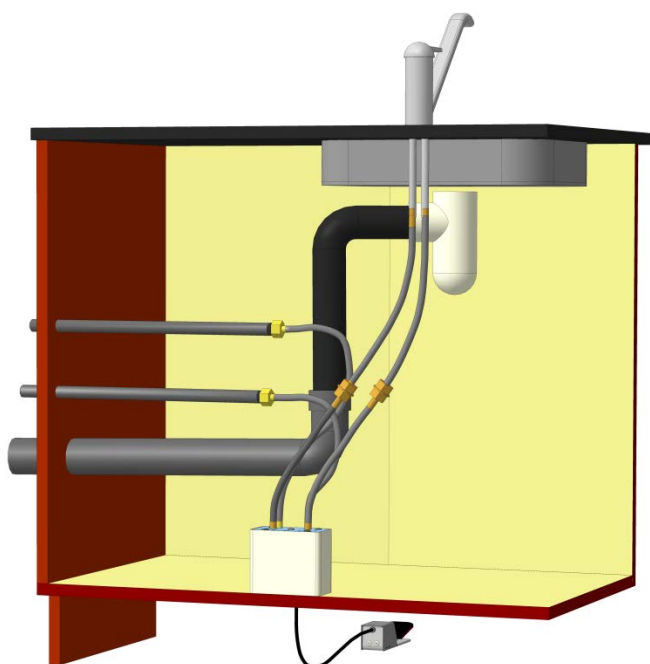
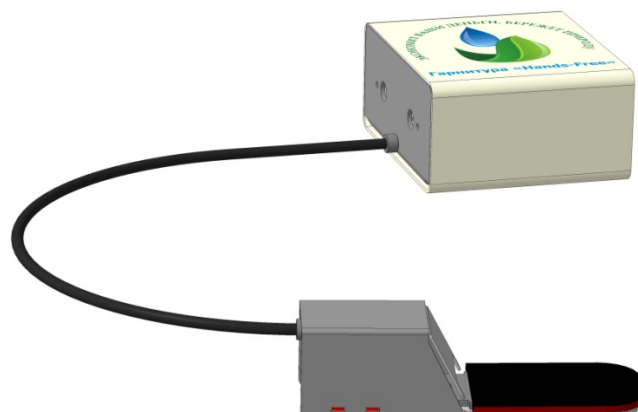

Рис. 7
Рис. 8
3). Установка окончена (Рис. 7). Откройте воду и сразу проверьте соединения на герметичность. Затем нажмите на клавишу и откройте воду смесителем. Зафиксируйте клавишу в нажатом положении с помощью фиксатора (Рис. 8), нажимая на клавишу и фиксатор одновременно, закройте смеситель и проверьте герметичность соединений ещё раз. При вторичном нажатии на клавишу, фиксатор отключится. Эта функция позволяет включать и отключать устройство – смеситель может работать и в обычном режиме.